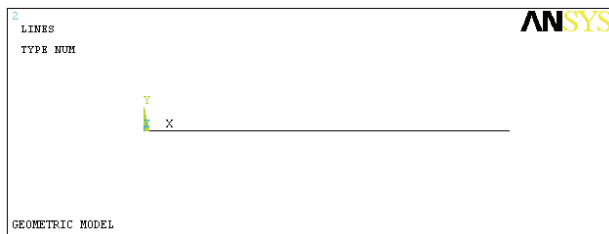

图 3-56 生成的几何模型结果显示
6) 选择 Utility Menu | Plot | Lines 命令, ANSYS 显示窗口将显示如图 3-56 所示的几何模型。